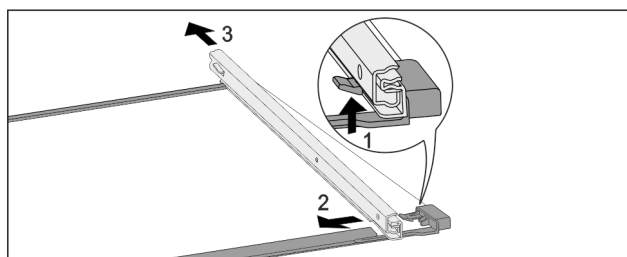

Fig. 227 Skleněná deska s kolejničkami
- Přední aretační háček zatlačte nahoru. Fig. 227 (1)
- Výsuvnou kolejničku vysuňte stranou Fig. 227 (2) a dozadu Fig. 227 (3).